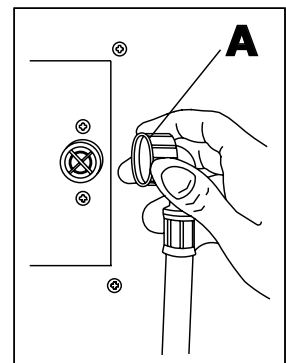

fig. 5
- Conectar al racor de 3/4" Gdel horno el tubo de alimentación del agua enroscando la boquilla (**A** - Fig. 5). Interponer en el circuito un filtro mecánico específico y un grifo de interceptación.